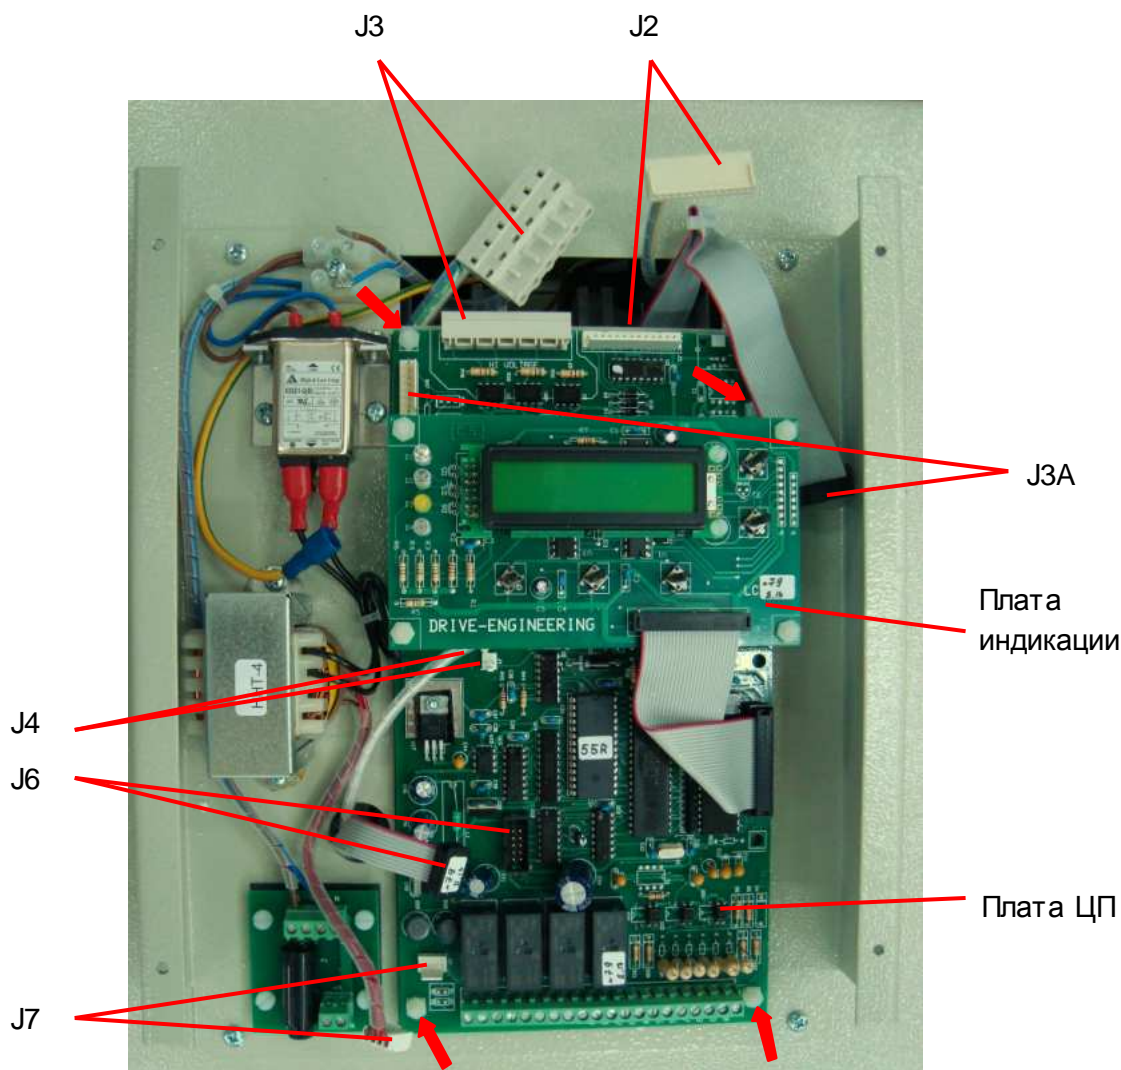

Рис. 6.3
6.3.1. Отсоединить разъемы кабелей от платы ЦП (разъемы J2, J3, J3A, J4, J6, J7, рис. 6.3).
6.3.2. Открутить четыре пластмассовые гайки (рис. 6.3, красные стрелки) и положить их в тару.